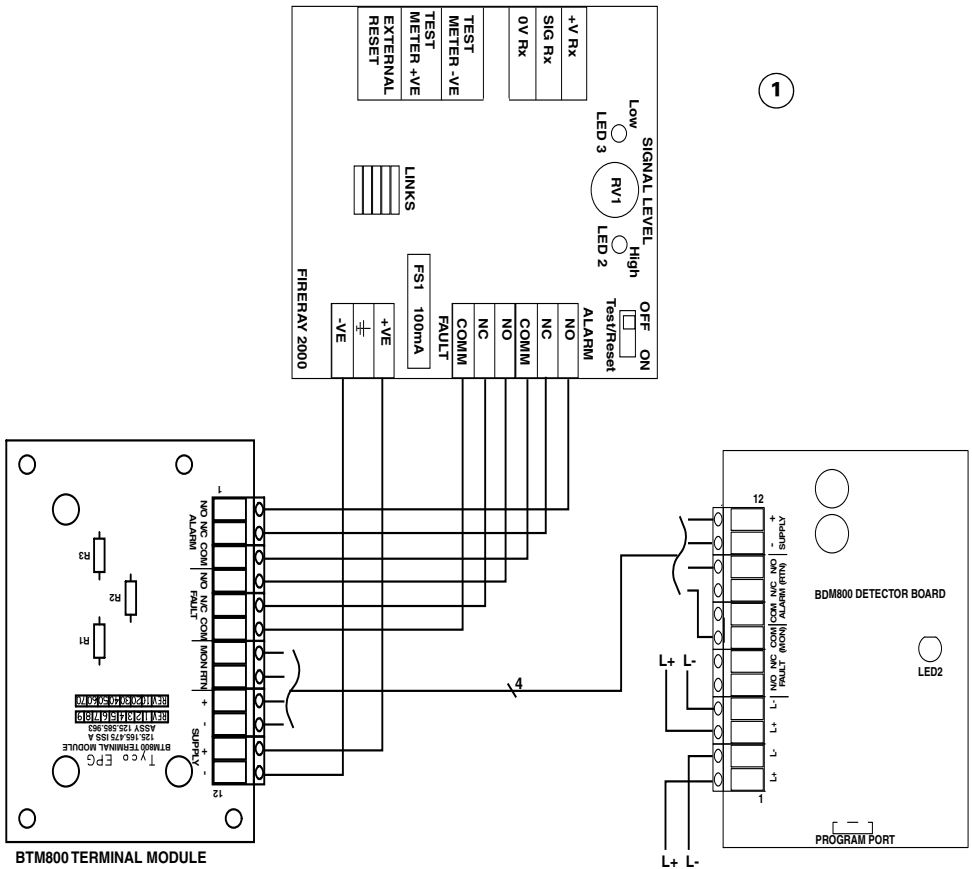

Fig. 3: Cablaggio tra TM800 e BDM800 per l'installazione remota di rilevatori a raggi IR Fireray 2000
- Nella fig. 3 a pagina 4 è illustrato il collegamento di Fireray 2000 attraverso un modulo connettori BTM800. Si può utilizzare anche Fireray 50R/100R.